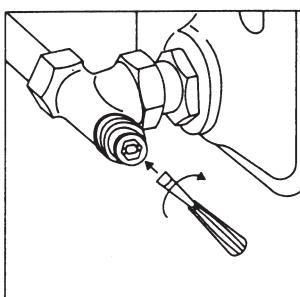

Fig. 3
- 1.4 Finalement, tourner la vis creuse vers la droite jusqu'en butée à l'aide d'un tournevis (fig. 3, uniquement «Combi 4 et C»).
**Important :** En cas de modification ultérieure du préréglage, il faut d'abord à l'aide d'un tournevis (fig. 3) desserrer la vis creuse en la tournant un peu vers la gauche. Ensuite, effectuer la modification du préréglage avec la clé à six pans (clé de 4) (1).